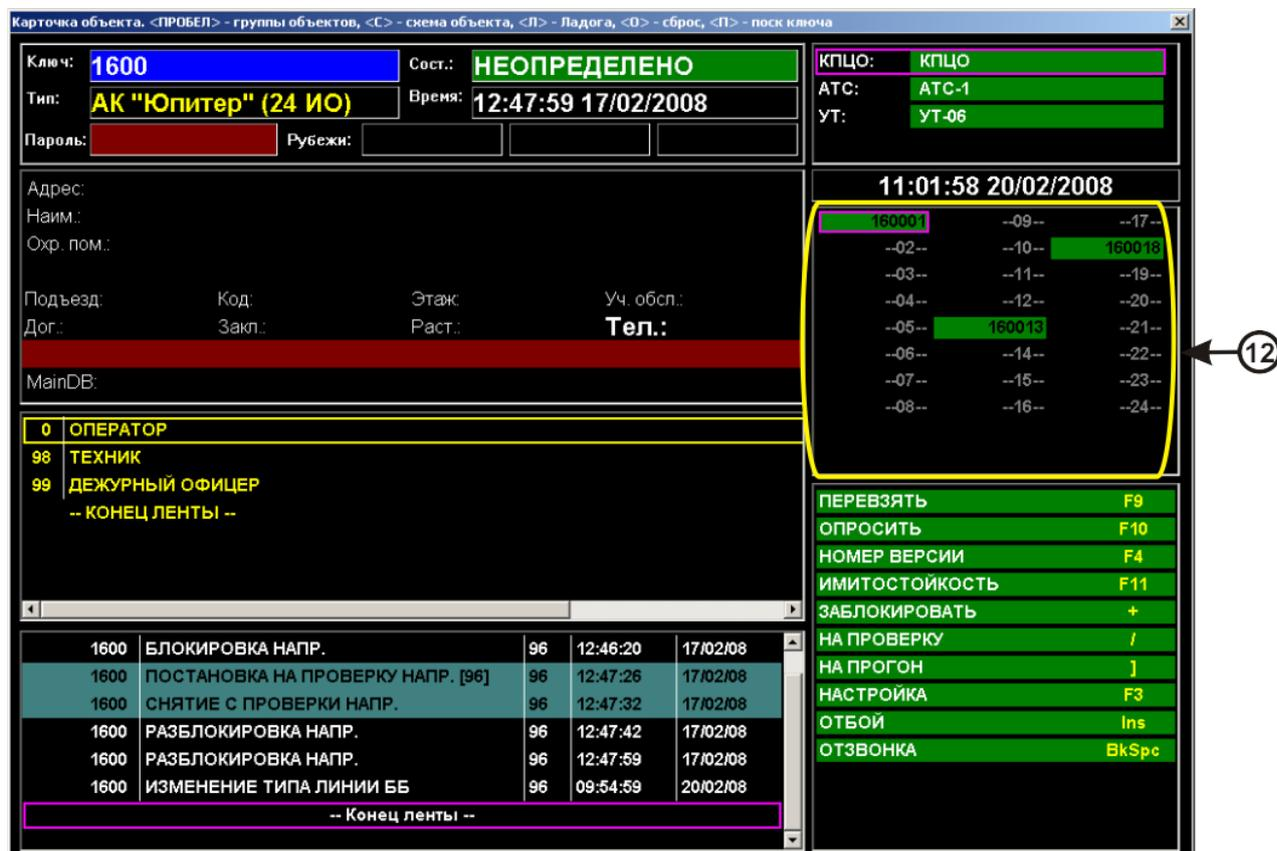

Рисунок 5.36. Карточка объекта АК «Юпитер»
Поле **конфигурации объекта** (на рисунке 5.36 обозначено как «12») карточки объекта содержит список ИО, подключенных к АК, с указанием их ключей и текущего состояния (рисунок 5.36).
- для ответчиков на линии «Юпитер» — состояния шлейфов текущего выбранного ИО (рисунок 5.36);